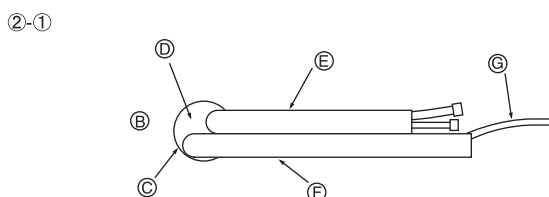

Fig. 3-5
② Tuyautage gauche et arrière gauche
②-① Pour le tuyautage arrière gauche, sortir les tuyaux de l'orifice pour déterminer leur longueur correcte puis les couder. L'appareil intérieur devrait être installé sur la structure de montage mural. (Fig. 3-5)